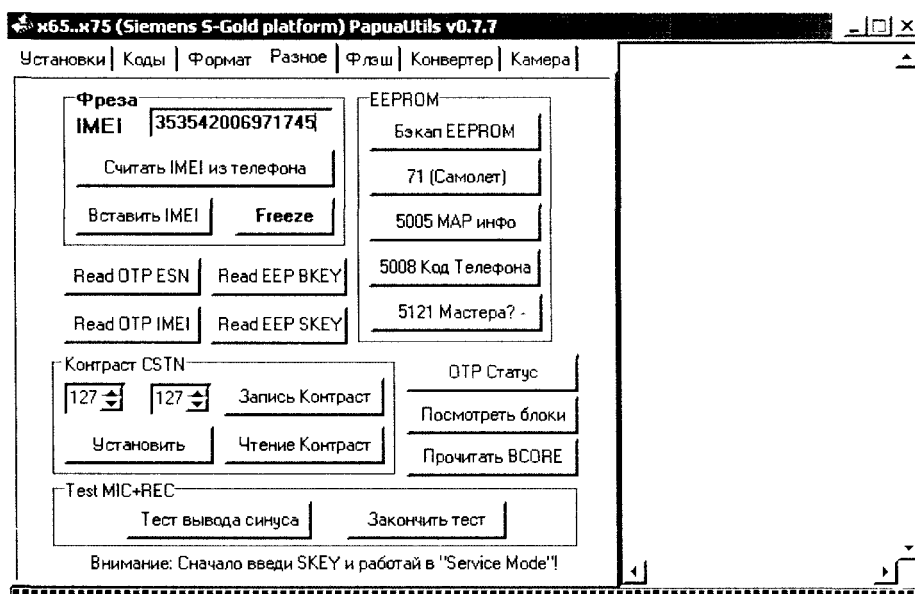

Рис. 1.2.14. Вкладка «Разное» PapuaUtils
11. Переходят на вкладку «Разное» и в секцию «Фреза» вписывают IMEI-номер телефона, указанный на наклейке (расположена под аккумулятором (рис. 1.2.14)).